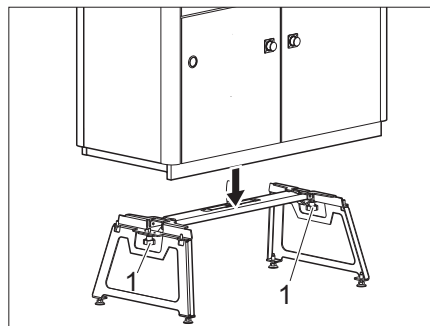

Figure 63 Placer le bloc cuisine
- Placer le bloc cuisine sur le soubassement monté (Figure 63).
- Fixer le bloc cuisine et le soubassement avec 2 vis à étoile (Figure 63,1).